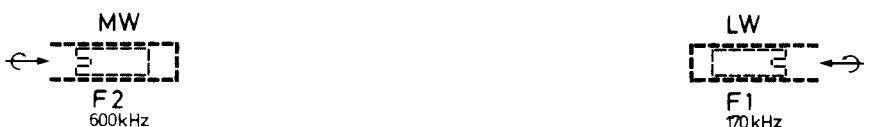

Fig. 6
- b) Mit VR 101 (siehe S. 6 Fig. 6) die Schaltfrequenz auf 19 kHz ± 20 Hz einstellen.
- b) Meßsender auf 100 MHz, 40 kHz Hub und 500 μ V einstellen. Rechten Kanal mit 1 kHz modulieren (FM).
- d) Am linken Kanal MP 3 mittels VR 102 (siehe S. 6 Fig. 6) minimale Ausgangsspannung einstellen. Nennwert: 50 dB.
- b) Meßsender auf 100 MHz, 40 kHz Hub, 1 kHz Modulation (FM) und 500 μ V einstellen.
- d) VR202 (siehe S. 6 Fig. 6) so einstellen, daß die mittlere (grüne) LED der Tuning-Anzeige leuchtet.
- d) VR201 (siehe S. 6 Fig. 6) so einstellen, daß die fünfte LED der Signal-Anzeige satt leuchtet.
- b) Adjust the switching frequency to 19 kHz ± 20 Hz by means of VR 101 (see page 6, Fig. 6).
- b) Set the signal generator to 100 MHz, 40 kHz deviation and 500 μ V. Modulate (FM) the right-band channel using 1 kHz.
- d) Adjust minimum output voltage on the left channel MP 3 by means of VR 102 (see page 6, Fig. 6). Rated value: 50 dB.
- b) Set the signal generator to 100 MHz, 40 kHz deviation, 1 kHz modulation (FM) and 500 μ V.
- d) Adjust VR202 (see page 6, Fig. 6) such that the centre (green) LED of the tuning indicator lights up.
- d) Adjust VR201 (see page 6, Fig. 6) such that the fifth LED of the signal indicator is fully illuminated.